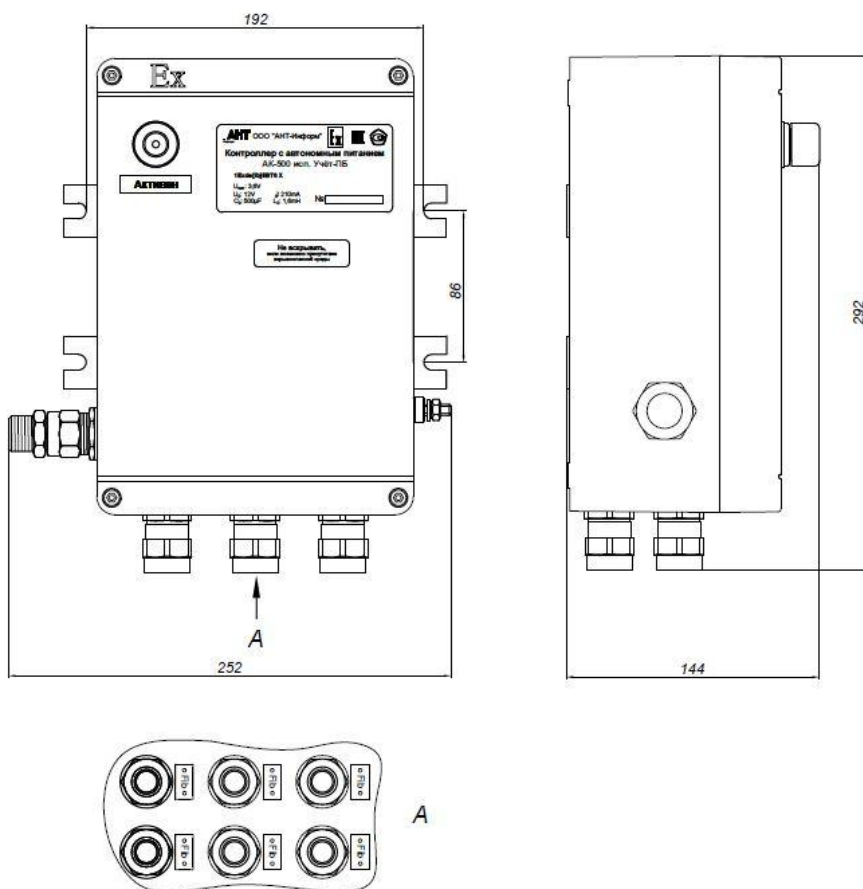

Рисунок 1.6. Внешний вид контроллера «Учёт»
- 9) Учёт-ПБ - в пластиковой оболочке с повышенной защитой против взрыва с шестью кабельными вводами снизу и одним антенным сбоку по комплекту КД АЕТВ.426400.001-08. С непerezаряжаемыми элементами питания. (рис. 1.6).